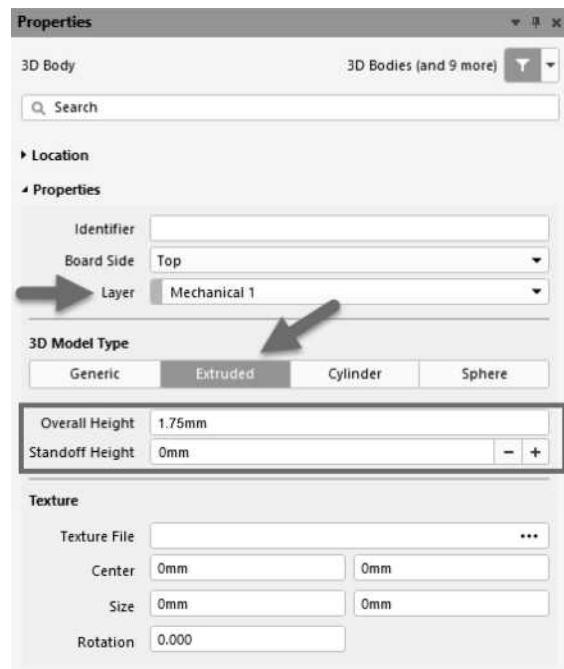

图 13-27 3D 模型模式选择及参数设置对话框
- (1) 从 13.5.1 节的规格数据中可以读取此封装的高度=A=1.75mm。
- (2) 在 PCB 库编辑界面中，执行菜单命令“放置-3D 元件体”，在弹出的 3D 模型模式选择及参数设置对话框中，输入高度参数信息，如图 13-27 所示。